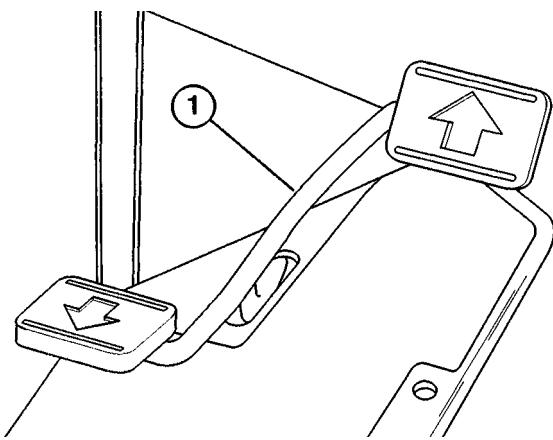
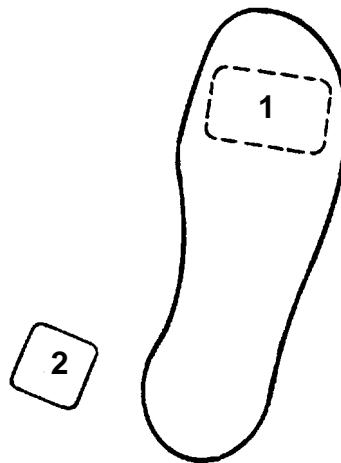

Fig. 4
Fig. 5
**Pedale di trazione e arresto** (Fig. 4 e 5)—Il pedale della trazione ha tre funzioni: 1) fa spostare la macchina in avanti, 2) la fa spostare indietro, e 3) la fa arrestare. Utilizzando il tallone e la punta del piede destro, premere la parte superiore del pedale per la marcia avanti, la base del pedale per la marcia indietro oppure per agevolare l'arresto della macchina mentre si sposta in avanti. Per arrestare la macchina, lasciare che il pedale ritorni alla posizione di folle. Per maggiore comfort, non appoggiare il tallone del piede sulla retromarcia mentre si attua la marcia avanti (Fig. 5).